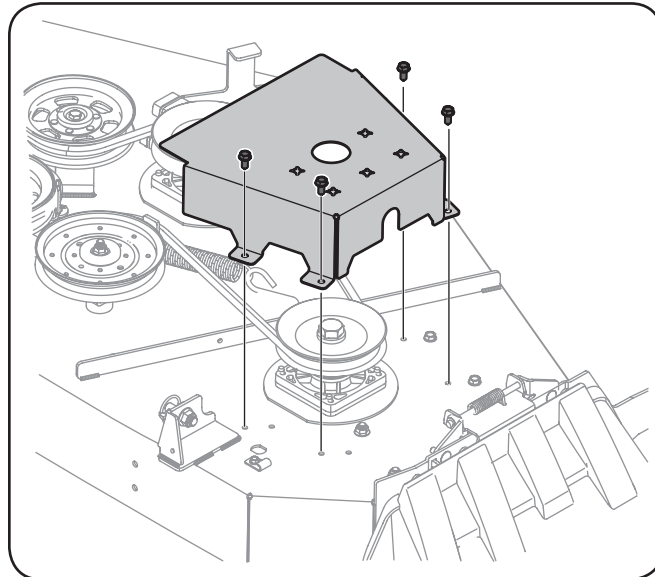

Figura 7-7
- Retire los tornillos de arandela hexagonal que sujetan las cubiertas de las correas a la plataforma. Vea la Figura 7-7.
- Extraiga las dos poleas locas, para lo cual debe retirar los tornillos de cabeza hexagonal y las tuercas de seguridad con brida que las sujetan a la plataforma y el brazo de polea loca. Vea la Figura 7-7.
5. Instale la nueva correa alrededor de las poleas del husillo tal como se muestra y reinstale las cubiertas de las correas. Vea la Figura 7-7.